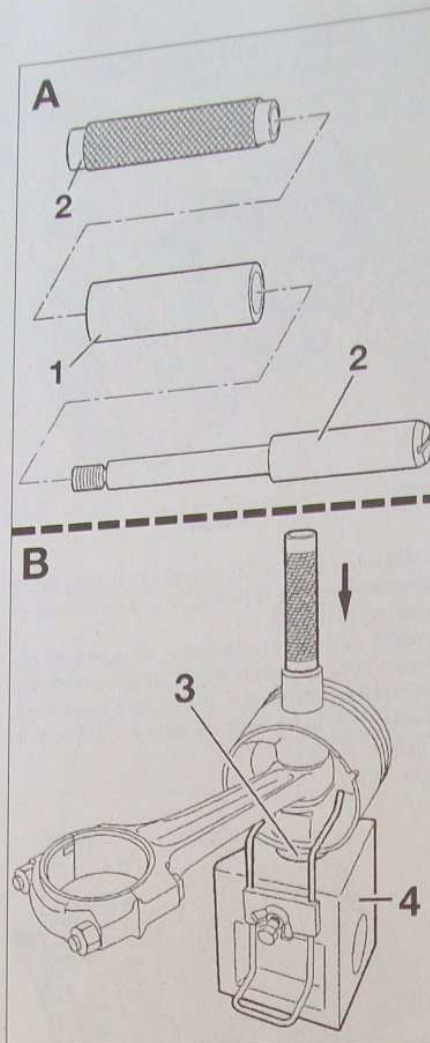

FIG.62
- Pour réaliser cet assemblage, il est nécessaire d'utiliser un support en "V" (4) et une bague (3) au diamètre approprié (outils Citroën 6021-T et 4510-T.F.) (Fig.62).
- Placer le piston sur le support en "V" (4) et en plaçant le trou d'axe de piston dans l'alignement de celui de la bague (3), puis immobiliser le piston avec l'épingle du support.
- Monter l'axe de piston (1) lubrifié à l'huile moteur sur un mandrin de centrage (2) approprié (outils Citroën 4510-T.C. et T.E.) puis enfoncer l'axe de piston dans le montage précédent et vérifier qu'il coulissera librement dans le piston.